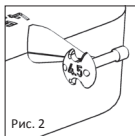

Рис. 2
■ **Рис.1a, 1b/2** Диск-измеритель (Рис. 1a, 1b) для полных протезов имеет восемь установленных в форме спутников отдельных измерителей различной длины (3.0-7.0 мм). Соответствующая длина нанесена на задней стороне каждого регулировочного приспособления (Рис. 2). Вырезы и отверстия выполнены так, чтобы уменьшить вес и обеспечить четкое видение во время проведения измерений в среднем ухе.